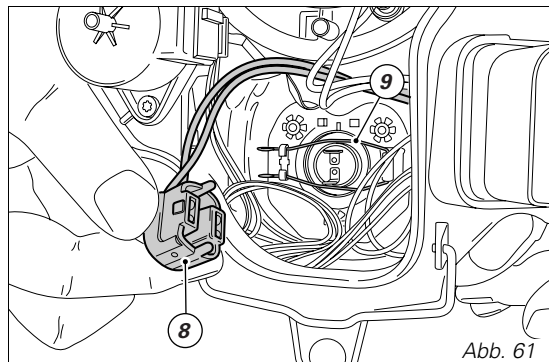

Abb. 61
Den Stecker (8) von den Anschlüssen der Fernlichtglühbirne abziehen (Abb. 61)